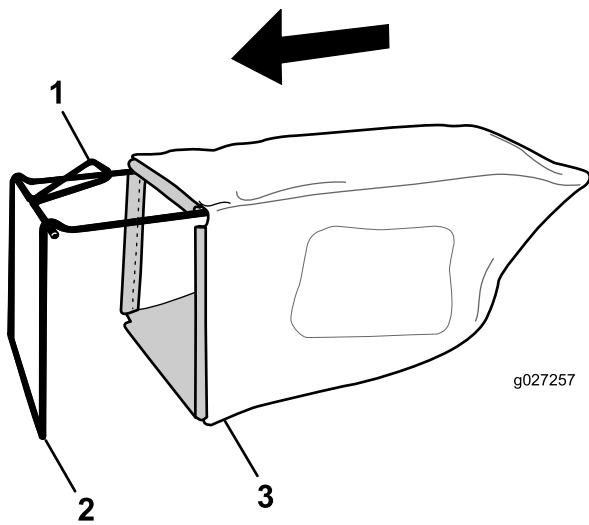

Figure 11
1. Glissez le bac sur l'armature, comme montré à la Figure 11.
Remarque: Ne faites pas passer le bac sur le guidon (Figure 11).